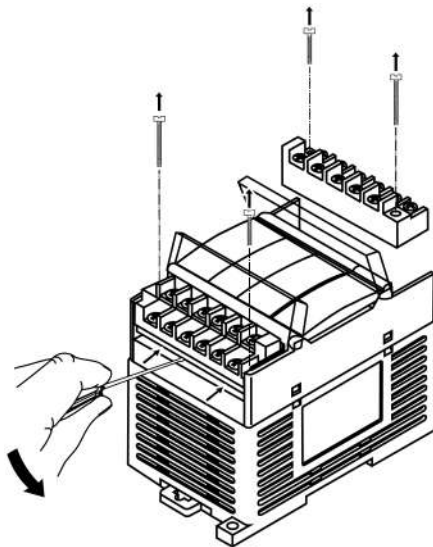

Рисунок 5.5 – Демонтаж знімної частини клемників
3. Відокремити знімну частину колодки від пристрою разом з приєднаними зовнішніми лініями зв'язку за допомогою викрутки або іншого відповідного інструменту (див. *рисунок 5.5*).